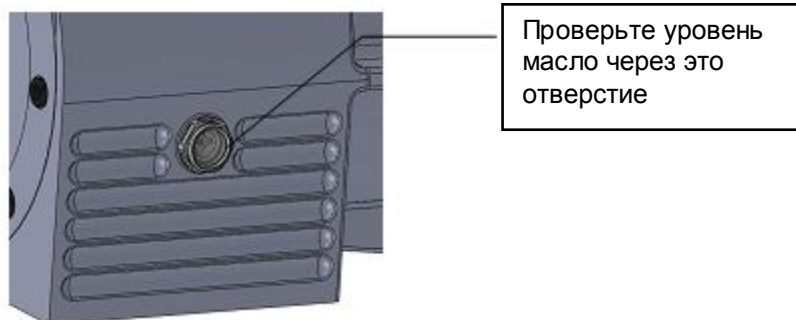

Рис.8.
6. После 3100 часов работы машины проверьте, достаточно ли смазочного масла для работы гидравлических систем и насколько оно чистое. (Проверяйте масло через отверстие на Рис. 8). Если масла недостаточно, но оно чистое, добавьте немного масла; если масло грязное, немедленно замените. Очистите масляный бак керосином, затем залейте гидравлическое масло примерно до 85% емкости бака (рекомендуется использовать гидравлическое масло № 46).